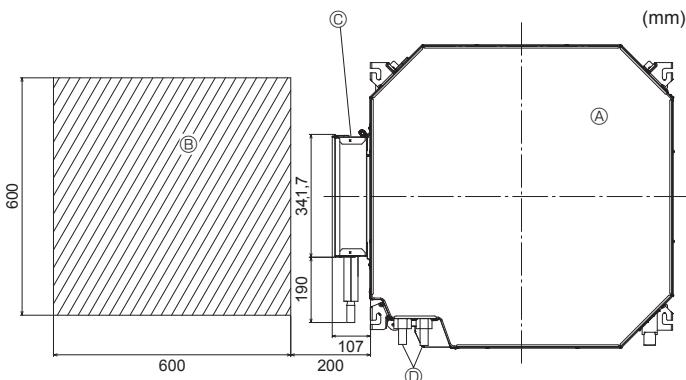

Fig. 4-8
4.5.1. İsteğe bağlı VALF KİTİ için montaj öncesi hazırlık (Fig. 4-8)